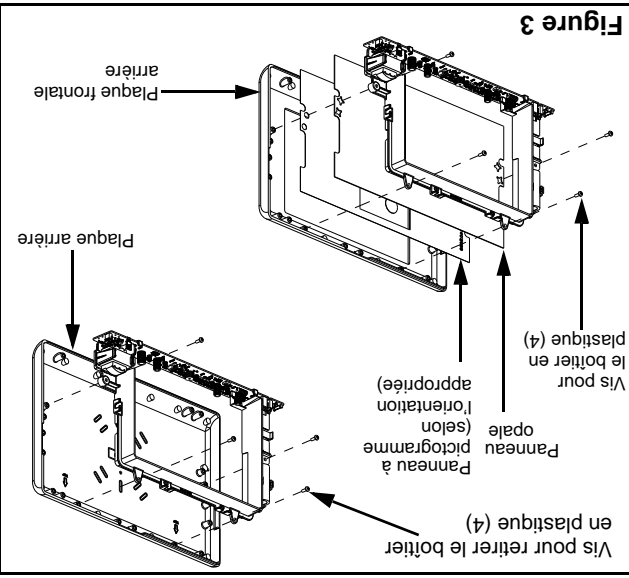

Figure 3
- Pour les modèles à double face, dévisser le boîtier en plastique, avec tous les composants électriques et retirer de la plaque arrière. Installer le panneau à pictogramme(9) sur la plaque arrière conformément aux instructions de l'étape 6. Réinstaller le boîtier en plastique sur l'autre plaque tournée (voir fig. 3).